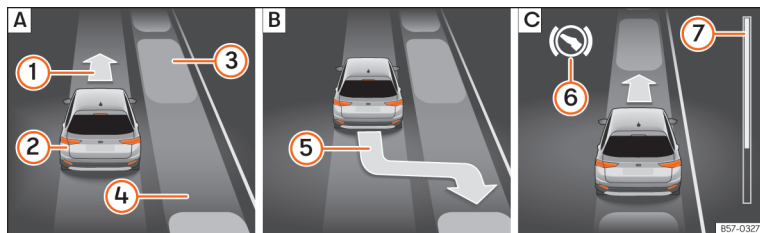
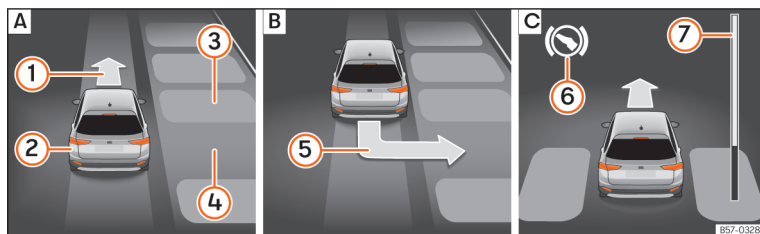

Abb. 283 Am Bildschirm des Kombi-Instruments: parallel zur Fahrbahn einparken. [A] Eine Parklücke suchen. [B] Position zum Einparken. [C] Rangieren.
Abb. 284 Am Bildschirm des Kombi-Instruments: quer zur Fahrbahn einparken. [A] Eine Parklücke suchen. [B] Position zum Einparken. [C] Rangieren.
Legende zu **Abb. 283** und **Abb. 284**:
» **Abb. 283** ⑦ und » **Abb. 284** ⑦ am Bildschirm des Kombi-Instruments zeigt symbolisch die noch zu fahrende relative Fahrstrecke an. Je länger die Distanz ist, desto größer ist der Füllstand des Fortschrittsbalkens. Bei Vorwärtsfahrt nimmt die Füllung des Fort-
2.	Schauen Sie auf der Bildschirmanzeige im Kombi-Instrument, ob die Parklücke als „geeignet“ erkannt wurde und ob die korrekte Position zum Einparken »» Abb. 283 [B] oder »» Abb. 284 [B] erreicht wurde.
Fahren Sie rückwärts, bis das Dauertonsignal des ParkPilot ertönt. ODER: fahren Sie zurück, bis auf dem Bildschirm des Kombi-Instruments die Anzeige für Vorwärtsfahren »» Abb. 283 [C] oder »» Abb. 284 [C] erscheint.
6.	ODER: fahren Sie zurück, bis am Bildschirm des Kombi-Instruments die Meldung Park Assist beendet erscheint. Die Fortschrittsanzeige (7) zeigt den zurückzulegenden Abstand an »» Seite 331.
7.	Treten Sie auf das Bremspedal, bis die Lenkbewegungen des Parklenkassistenten beendet sind. ODER: bis das Symbol (8) am Bildschirm des Kombi-Instruments erlischt.
9.	Fahren Sie vorwärts, bis das Dauertonsignal des ParkPilot ertönt. ODER: fahren Sie vorwärts, bis am Bildschirm des Kombi-Instruments die Anzeige zur Rückwärtsfahrt erscheint. Der Parklenkassistent lenkt das Fahrzeug vorwärts und rückwärts bis es in der Parklücke zentriert ist »» Abb. 283 [C] oder »» Abb. 284 [C] .